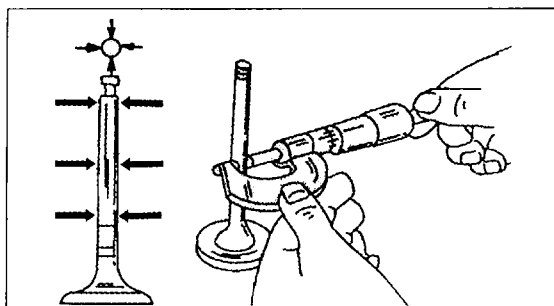

Bild 75
- Die Ventilschäfte, und in diesem Zusammenhang die Innendurchmesser der Ventileführungen, kontrollieren, wozu jedoch ein Innen- und ein Außenmikrometer erforderlich sind. Dazu die Ventilschäfte in der in Bild 74 gezeigten Weise an verschiedenen Stellen ausmessen und die Werte aufschreiben. Den Innendurchmesser der dazugehörigen Ventileführung jetzt wie in Bild 75 gezeigt ausmessen. Falls Verschleiß stattgefunden hat, d. h. der Unterschied beträgt mehr als 0,10 mm, müssen die Ventileführungen erneuert werden (siehe unter „Ventileführungen“).